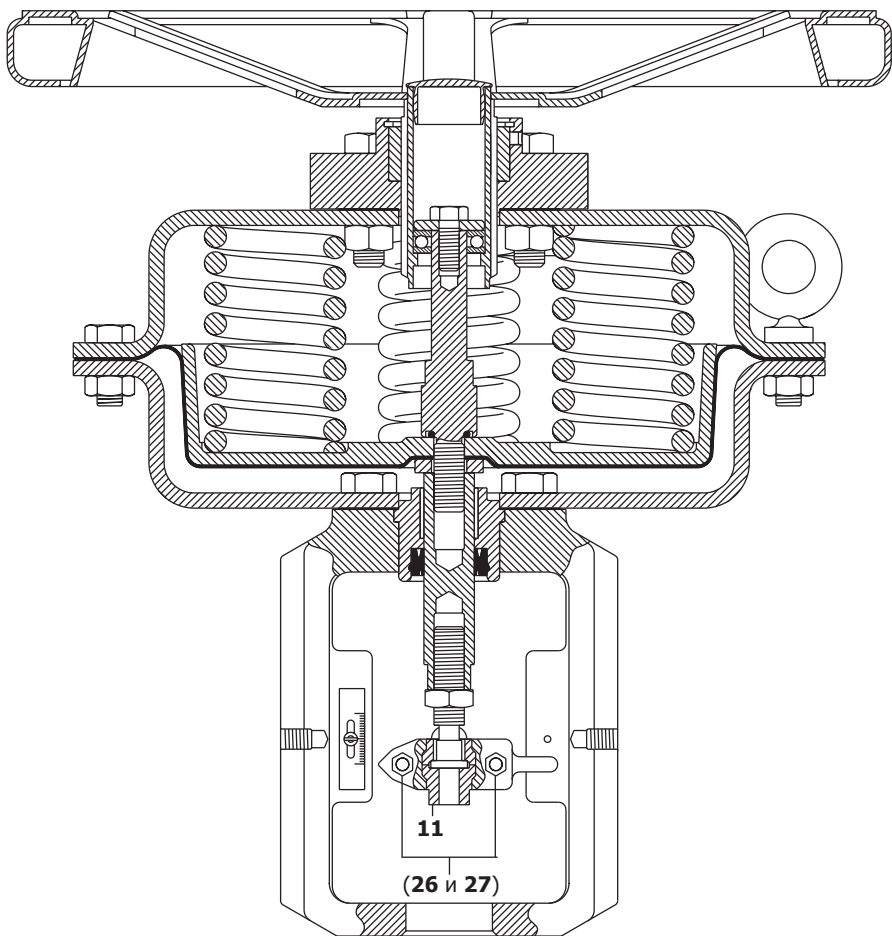

Рис. 8
- Отдайте винты (26) и снимите соединитель (27) и снимите адаптер (11) (рис. 8).